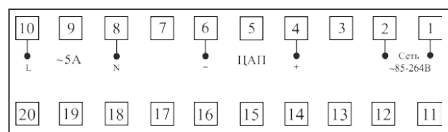

Рис. 7 – Клеммник модели
2. Подключите питание к прибору с помощью клемм 1, 2 на задней панели прибора, см. рис. 7–9.